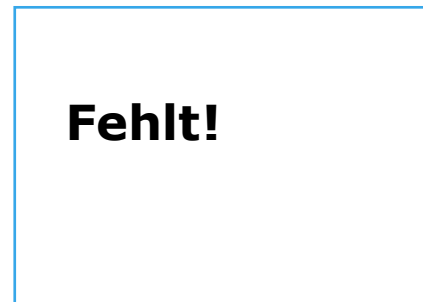

Fig. 3 Elettrovalv. di commutazione
- Controllare il passaggio con pompa a depressione manuale, fig. 3
- Senza corrente collegare al raccordo 2 la pompa a depressione manuale, fig. 3, e applicare una differenza di pressione di ca. 500 mbar.